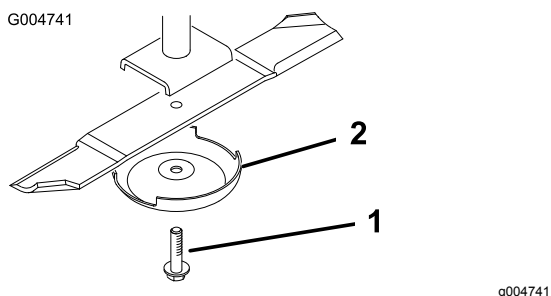

Figura 112
- Retire o parafuso da lâmina, o recipiente antidanos e lâmina do eixo (Figura 112).